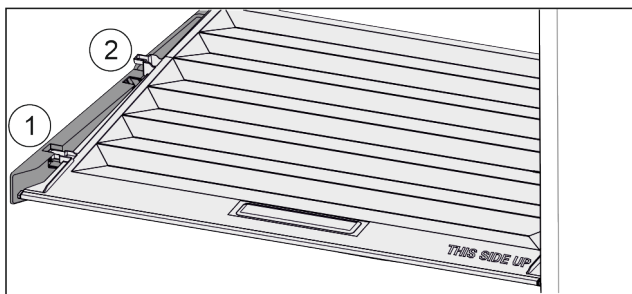

Fig. 107
- ▶ Veko potiahnite dopredu až k otvoru v prídržných dieloch Fig. 107 (1).
- ▶ Vzadu ho nadvihnite zospodu a zložte smerom nahor Fig. 107 (2).